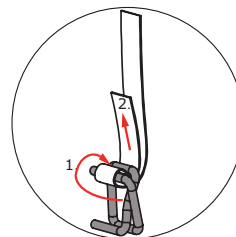

Bild 8: Montageinformation schakt
8. Montera schaktstam (med en flatkabel och en eller två kablar för säkerhetskretsen), schaktinformation, stannplansnoder, gropstyrlåda, nödsignalknapp, inspektionskörhandtag i grop och ev. extra nödstoppslåda, se bild 8. Montera schaktstammen så att ev. dörrmaskineri inte kolliderar med stannplansnoder eller schaktstam. Byt befintliga kablar vid behov.